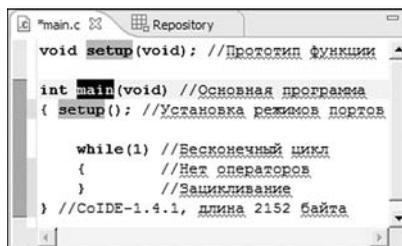

Рис.46
5. Откорректировать файл «main.c» согласно рис.46. Провести компиляцию проекта пиктограммой «Build», затем программирование пиктограммой